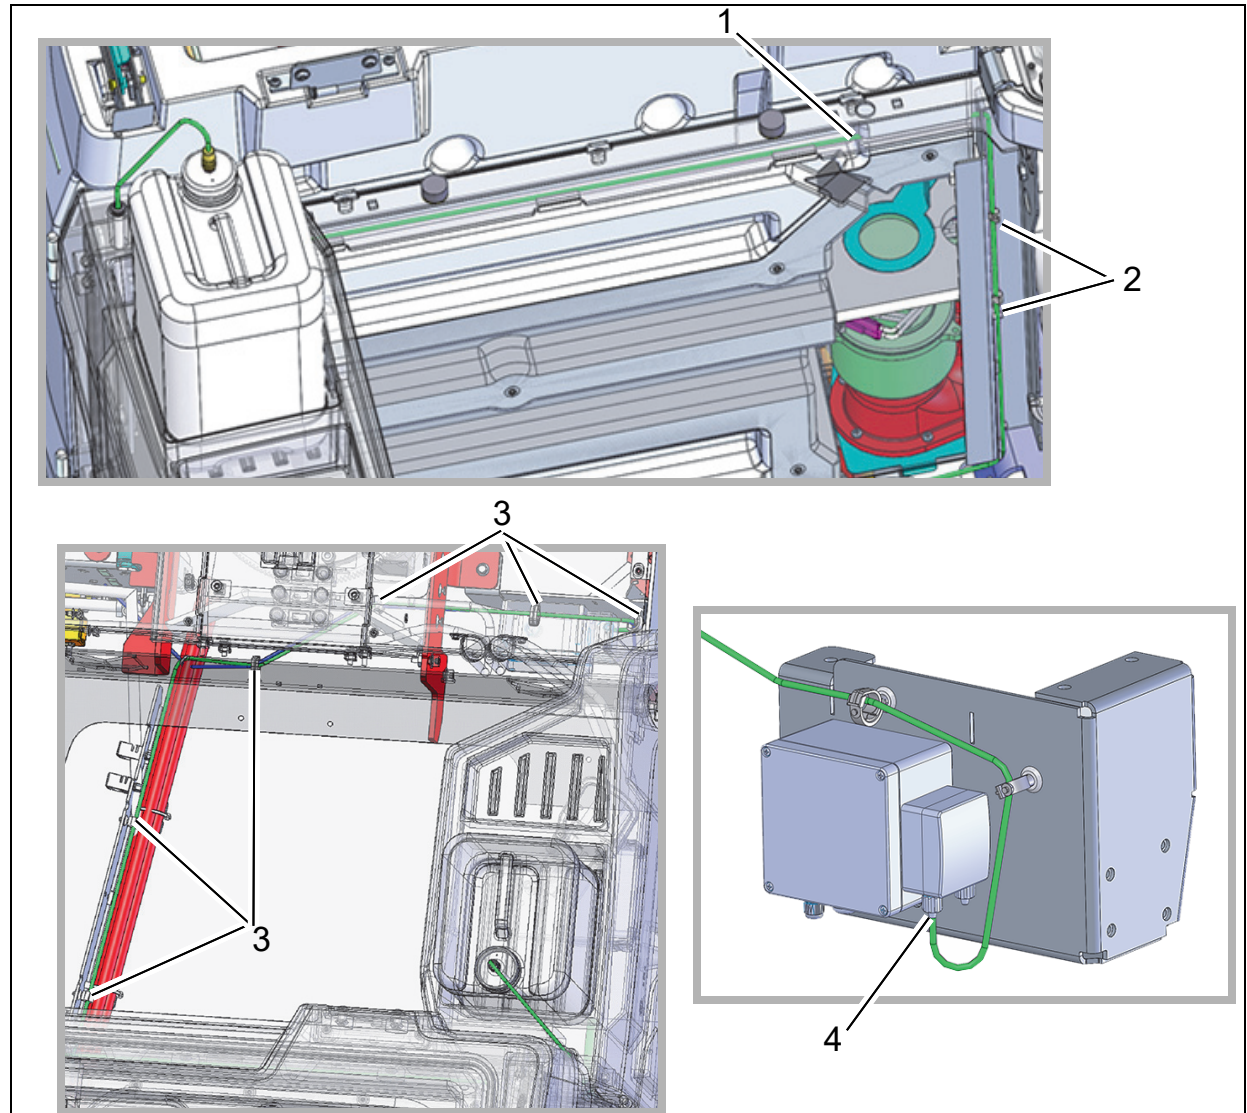

Abb. 5
1. Restlichen Dosierschlauch durch die Öffnung in den Kanal hinter dem Abdeckblech führen (Abb. 5/1).
2. Dosierschlauch im Kanal nach unten Richtung Kabelbrücke führen und mit den vorhandenen Kabelhaltern (Abb. 5/2) sichern.
3. Dosierschlauch entlang der Kabelbrücke durch die montierten Kabelbündelhalter (Abb. 5/3) bis zur Dosierpumpe führen und dort am linken Anschluss anschließen (Abb. 5/4).